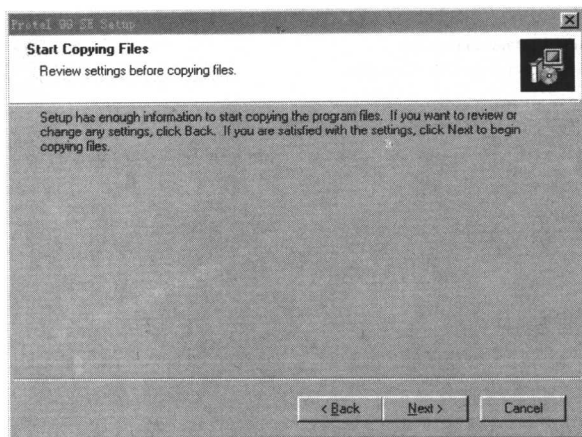

图 1-7 开始复制文件对话框
- (6) 单击  按钮，将出现如图 1-7 所示的对话框。